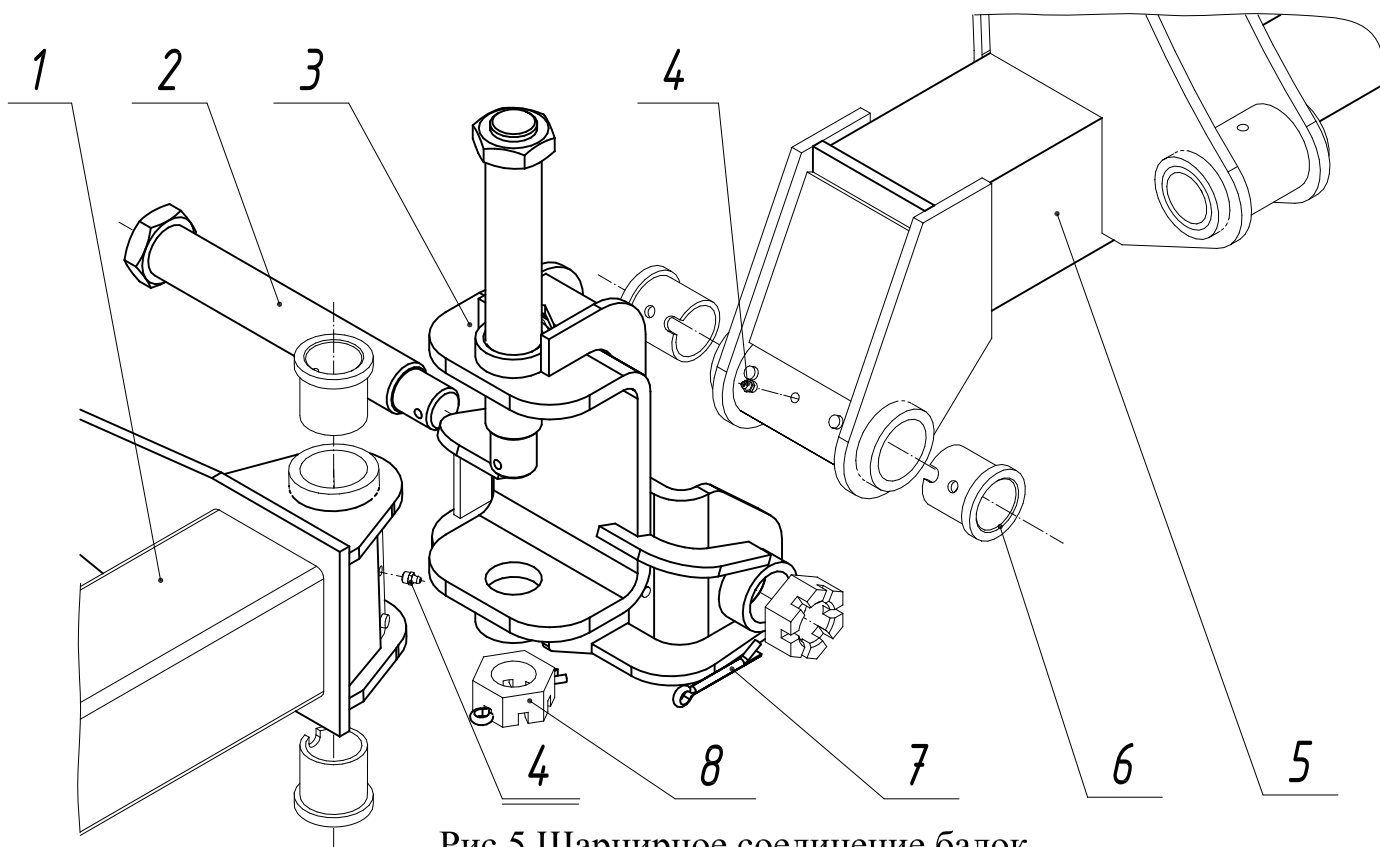

Рис.5 Шарнирное соединение балок
2.1.3. Крестовина 3 (рис.5) служит соединительным звеном между боковыми и центральной балками, и позволяет сцепке копировать рельеф почвы. Крестовина представляет собой сварную конструкцию из двух скоб и жесткостей из косынок и планок.